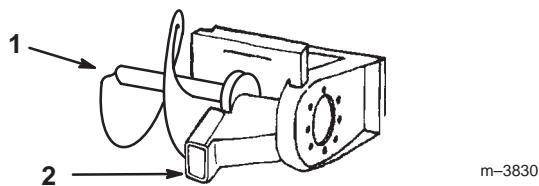

Bild 2
3. Entfernen Sie die Schraube, mit der die Schuttschnecke befestigt ist und nehmen die Schnecke ab (Bild 2). Heben Sie die Schraube zur späteren Wiederverwendung sicher auf.
4. Entfernen Sie die Schlüssel von der Seite des Einstellgehäuses (Bild 2).